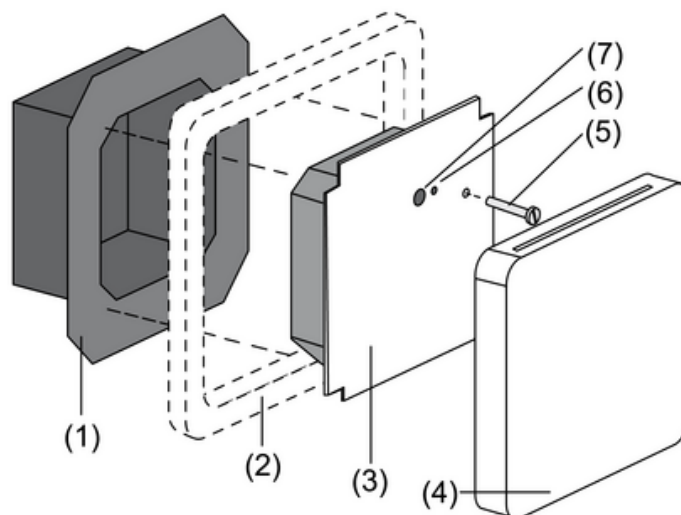
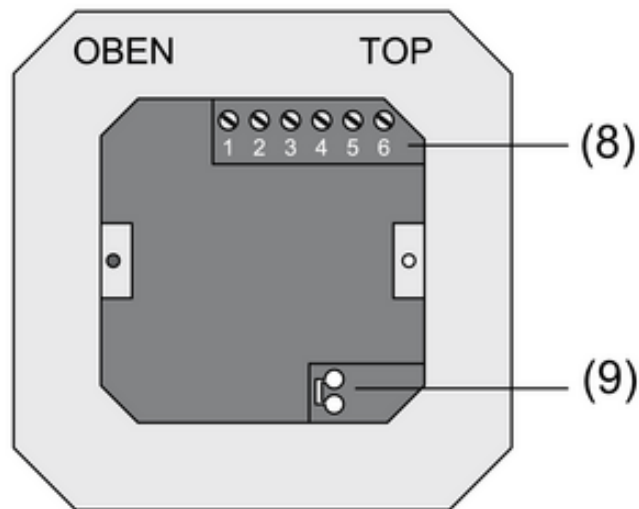
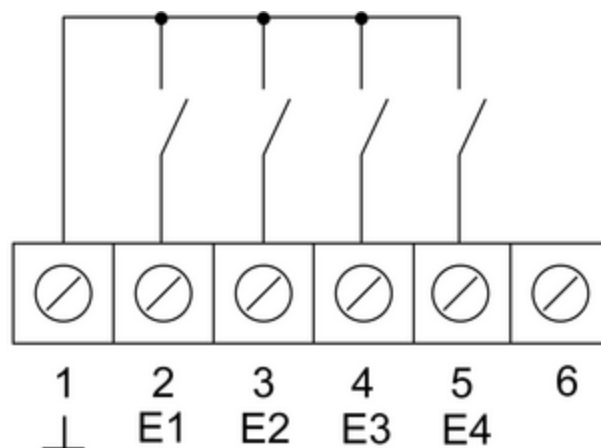
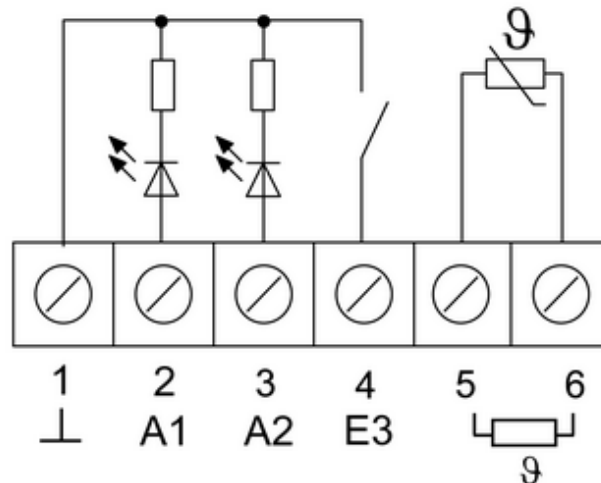

Bild 1
Bild 2
Bild 3
Bild 4
- Klemmen-Einsatz (1) und Elektronik-Aufsatz (3) voneinander trennen (Bild 1).
- Busleitung an die Anschlussklemme (9) im Klemmen-Einsatz einstecken (Bild 2).
- Binäreingänge **E1...E4**: Schließer oder Öffner als Schalter oder Taster an den Klemmen 1 und 2...5 (Bild 3) der Klemmleiste (8) (Bild 2) anschließen.
- Binärausgänge **A1...A2**: LED oder elektronische Relais an den Klemmen 1 und 2, 3 (Bild 4) der Klemmleiste (8) (Bild 2) anschließen.
- Externen Temperaturfühler an den Klemmen **5** und **6** (Bild 4) der Klemmleiste (8) (Bild 2) anschließen.
- Klemmen-Einsatz (1) (Bild 1) in Unterputz-Gerätedose einsetzen. Auf Beschriftung **OBEN / TOP** achten. Der Busanschluss (9) (Bild 2) muss unten rechts liegen.
- Design-Rahmen (2) auf den Klemmen-Einsatz (1) aufsetzen (Bild 1).
- Elektronik-Aufsatz lagerichtig in den Klemmen-Einsatz einsetzen (Bild 1).
- Abdeckung (4) abnehmen (Bild 1).
- Elektronik-Aufsatz mit Sicherungsschraube (5) befestigen (Bild 1).
- Abdeckung (4) wieder aufsetzen (Bild 1).
- Programmier-Taste (7) drücken (Bild 1).
Programmier-LED (6) leuchtet (Bild 1).
Programmier-LED (6) erlischt (Bild 1).